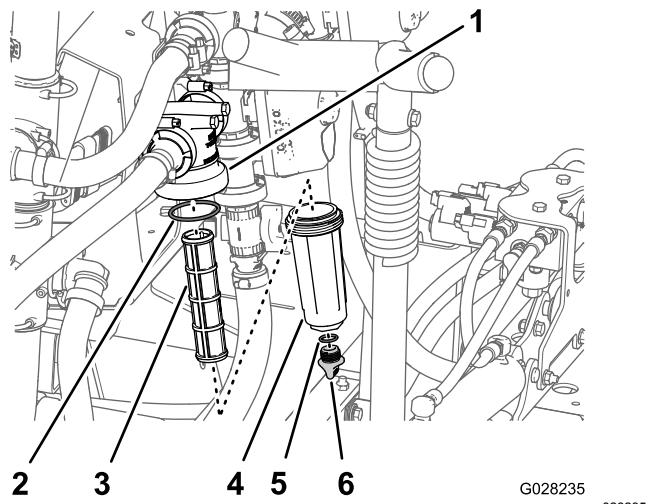

图 97
2. 在压力式滤清器下放置一个排放盘图97。
3. 逆时针旋转排油塞然后将其从压力式滤清器的油碗中取出图97。
4. 逆时针旋转油碗然后将其从滤清器头中拿出图97。
5. 拆下旧压力式滤清器的滤芯图97。
6. 检查排油塞的 O 形圈在油碗内侧和油碗的 O 形圈在滤清器头内侧是否有磨损和损坏 图 97。
7. 将新的压力式滤清器滤芯安装到滤清器头中 图 97。
8. 将油碗安装到滤头上并用手紧固 图 97。
9. 将排油塞安装到油碗上并用手紧固 图 97。